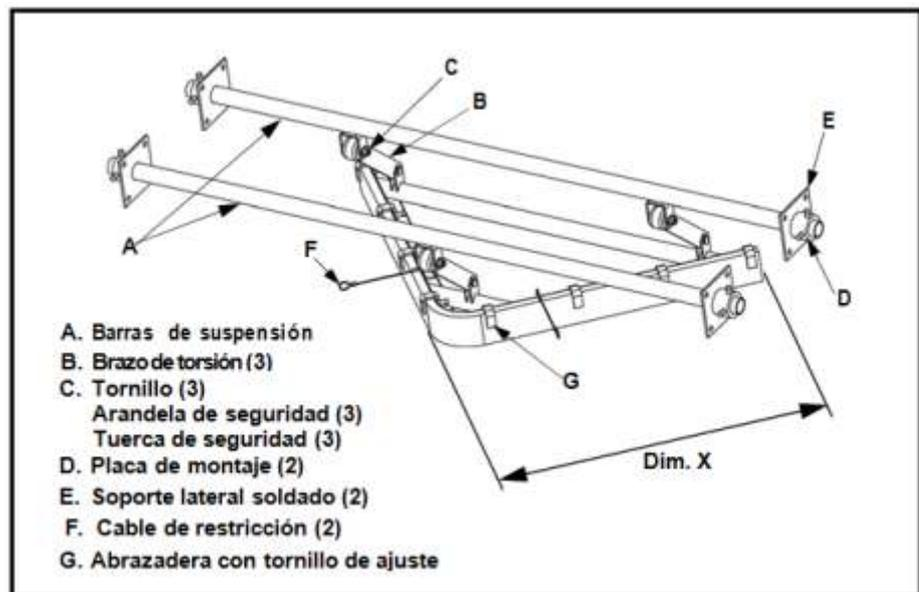
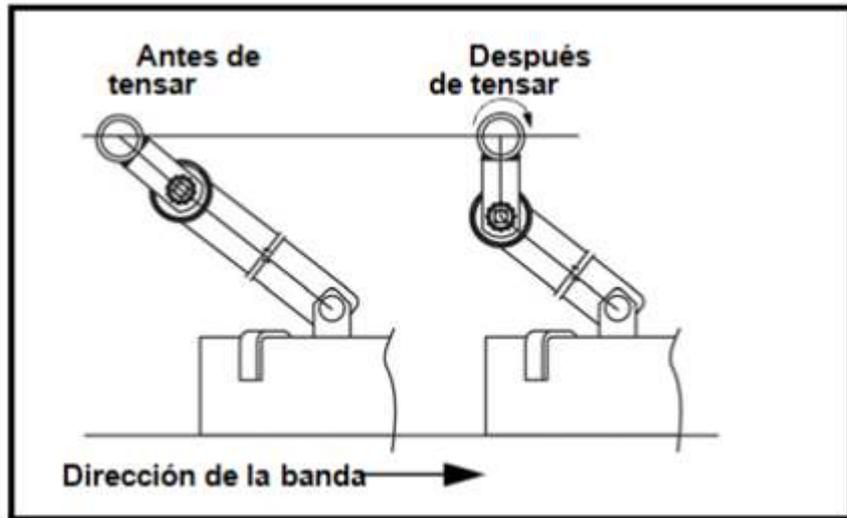

Figura 5. Instalando el Arado en V Martin® Torsion
Figura 6. Tensando el Arado en V Martin® Torsion
7. Inserte las barras de suspensión (A, Figura 5) a través de los orificios de montaje. Conecte cada brazo de torsión (B) a las barras de suspensión con tres tornillos, arandelas de seguridad y tuercas de seguridad (C) ligeramente apretados.
8. Centre la hoja en la banda. Deslice la placa de montaje (D) sobre el otro lado de cada barra de suspensión y contra la placa de tornillos. Apriete los dos tornillos de ajuste en cada placa de montaje.
9. Vea la Figura 6. Empuje la hoja lejos de la polea de cola de modo que las lengüetas de la barra de suspensión y el brazo de torsión formen una línea recta como se muestra. Apriete las tuercas de seguridad con un torque de 95 ± 5 lb-pie (13 ± 0.7 kgm).
10. Con una llave grifa, gire las barras de suspensión en la dirección mostrada en la Figura 6 de modo que las lengüetas de la barra de suspensión y la banda formen un ángulo de 90° y la hoja esté apretada contra la banda, pero sin modificar la línea de la banda. Asegúrese de que la hoja entre en contacto con la banda de manera uniforme en las tres esquinas.
11. Trabe las barras de suspensión en la posición apretando los dos tornillos de ajuste en cada soporte lateral (E, Figura 5).
12. Conecte dos cables de restricción (F, Figura 5) a los largueros de los transportadores o a las placas de acero como se muestra en la Tabla III. No dejar más que 2 pulgadas (51 mm) de holgura en los cables.